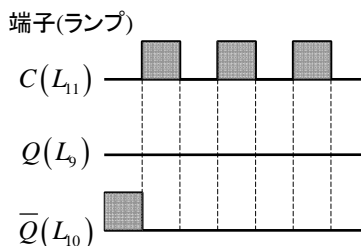

図 10 T フリップフロップのタイムチャート
- 図 10 のタイムチャートに従い、フリップフロップの入力端子に対応する 1 個の入力スイッチ P_1 をオンオフにして、フリップフロップの出力端子に対応する 2 個のランプ L_9 及び L_{10} の状態を図 10 に記録する。クロック端子 C に \circ 印が付いていることに注意すること。
- 図 10 のタイムチャートから、T フリップフロップの出力 Q の値はクロック C の()の時に()する。